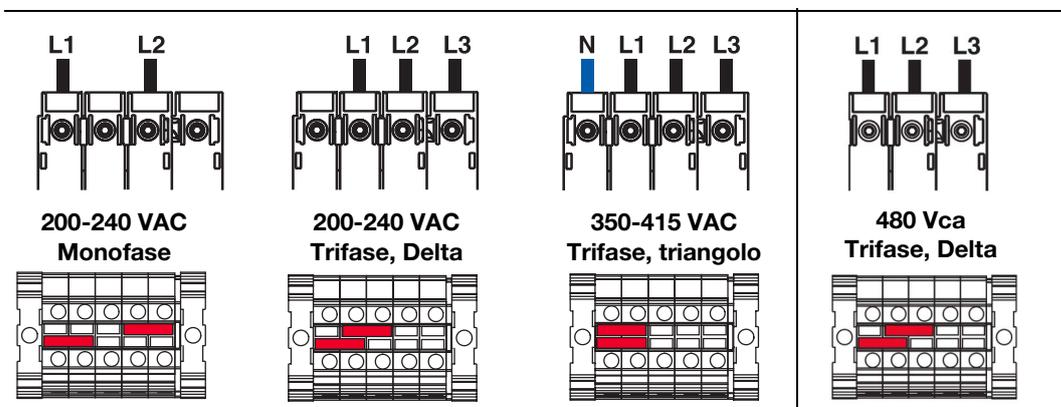

FIG. 7: Jumper terminali e posizioni
1. Posizionare l'interruttore di disconnessione dell'alimentazione principale (AG) su OFF.
4. Collegare il filo di messa a terra al terminale di messa a terra (GT).
5. Collegare il cavo di alimentazione come illustrato (vedere FIG. 7). Tirare delicatamente tutti i collegamenti per verificare che siano ben fissati.
6. Serrare il serracavo (SR).